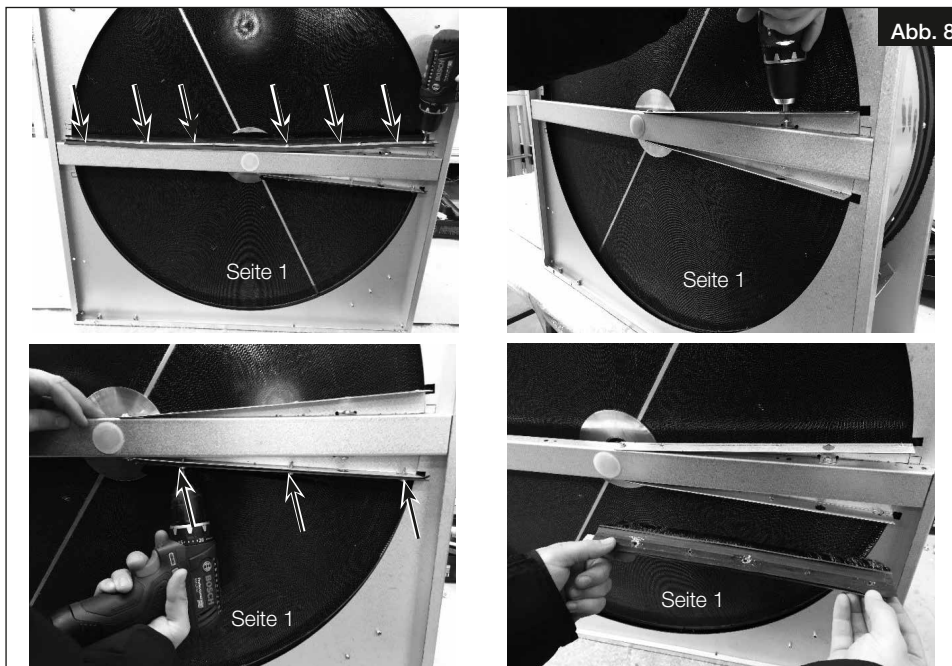

Abb. 8
1. Elektrischen Anschluss der Varimax-Anschlusseinheit trennen und die markierten Schrauben und Dichtungs-/Blechteile entfernen (s. Abb. 8).